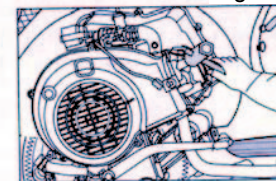

Fig. 43
- 3.3.4 Usando la chiave a tubo, svitare la candela (Fig. 43).